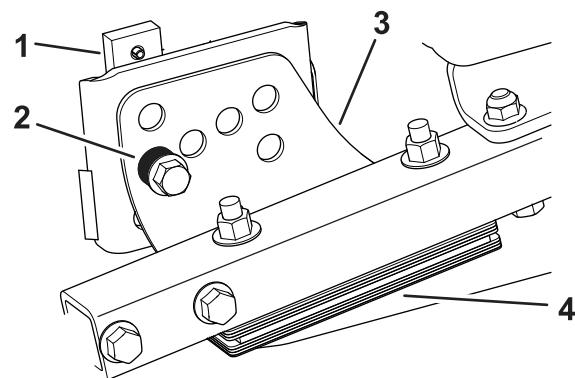

Figura 19
2. Afloje el perno que sujeta cada soporte de altura de corte a la placa de altura de corte (delante y en cada lado), tal y como se muestra en la Figura 19.
4. Sujetando la cámara, retire el espaciador (Figura 19).